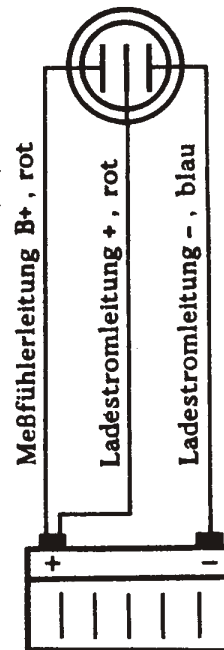

Bild 4: Anschlußschema
- d. Ladegerät und zu ladende Batterie gemäß Anschlußschema (Bild 4) unter Verwendung aller drei mitgelieferten Leitungen mit richtigem Pol verbinden: